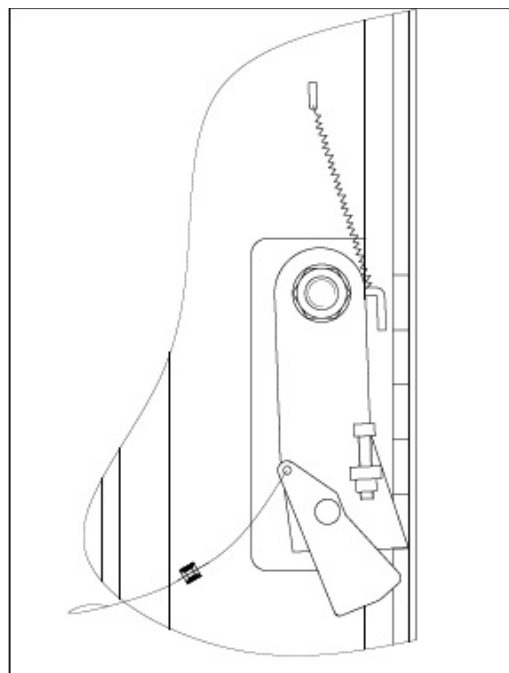

Рис. 16
- При поломке гидроцилиндра сработают стопоры безопасности (Рис.16), расположенные внутри стоек. Стопоры выталкиваются пружиной и немедленно блокируют движение кареток, исключая их опускание.